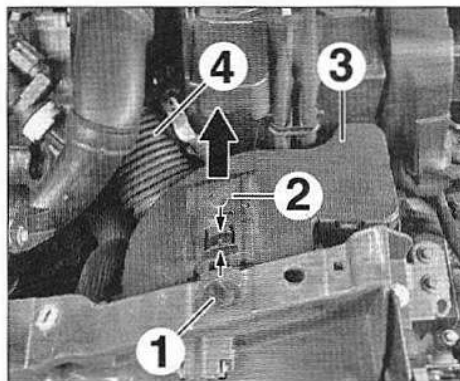

FIG.15
- Déposer l'agrafe (1) (Fig.15).
- Pincer les deux pattes du verrou (2) et le pousser vers l'habitacle.
- Déposer le résonateur d'air (3) avec le conduit d'air (4).